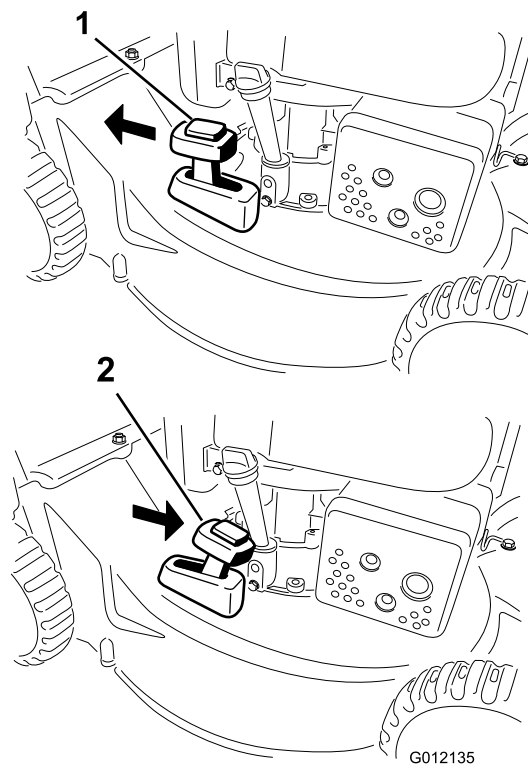

Рисунок 18
Для утилизации скошенной травы переведите рычаг включения сбора в травосборник в положение RECYCLING (Утилизация) (Рисунок 18).
2. Установите травосборник (см. раздел Установка травосборника \(страница 13\)) и переведите рычаг включения сбора в травосборник в положение BAGGING (СБОР В ТРАВΟΣБОРНИК), как показано на Рисунок 18.
**Примечание:** Если травосборник находится на машине, снимите его, прежде чем осуществлять задний выброс скошенной травы; см. раздел Демонтаж травосборника \(страница 13\). Рычаг включения сбора травы в травосборник должен быть в положении режима СБОР В ТРАВΟΣБОРНИК, как показано на Рисунок 18.